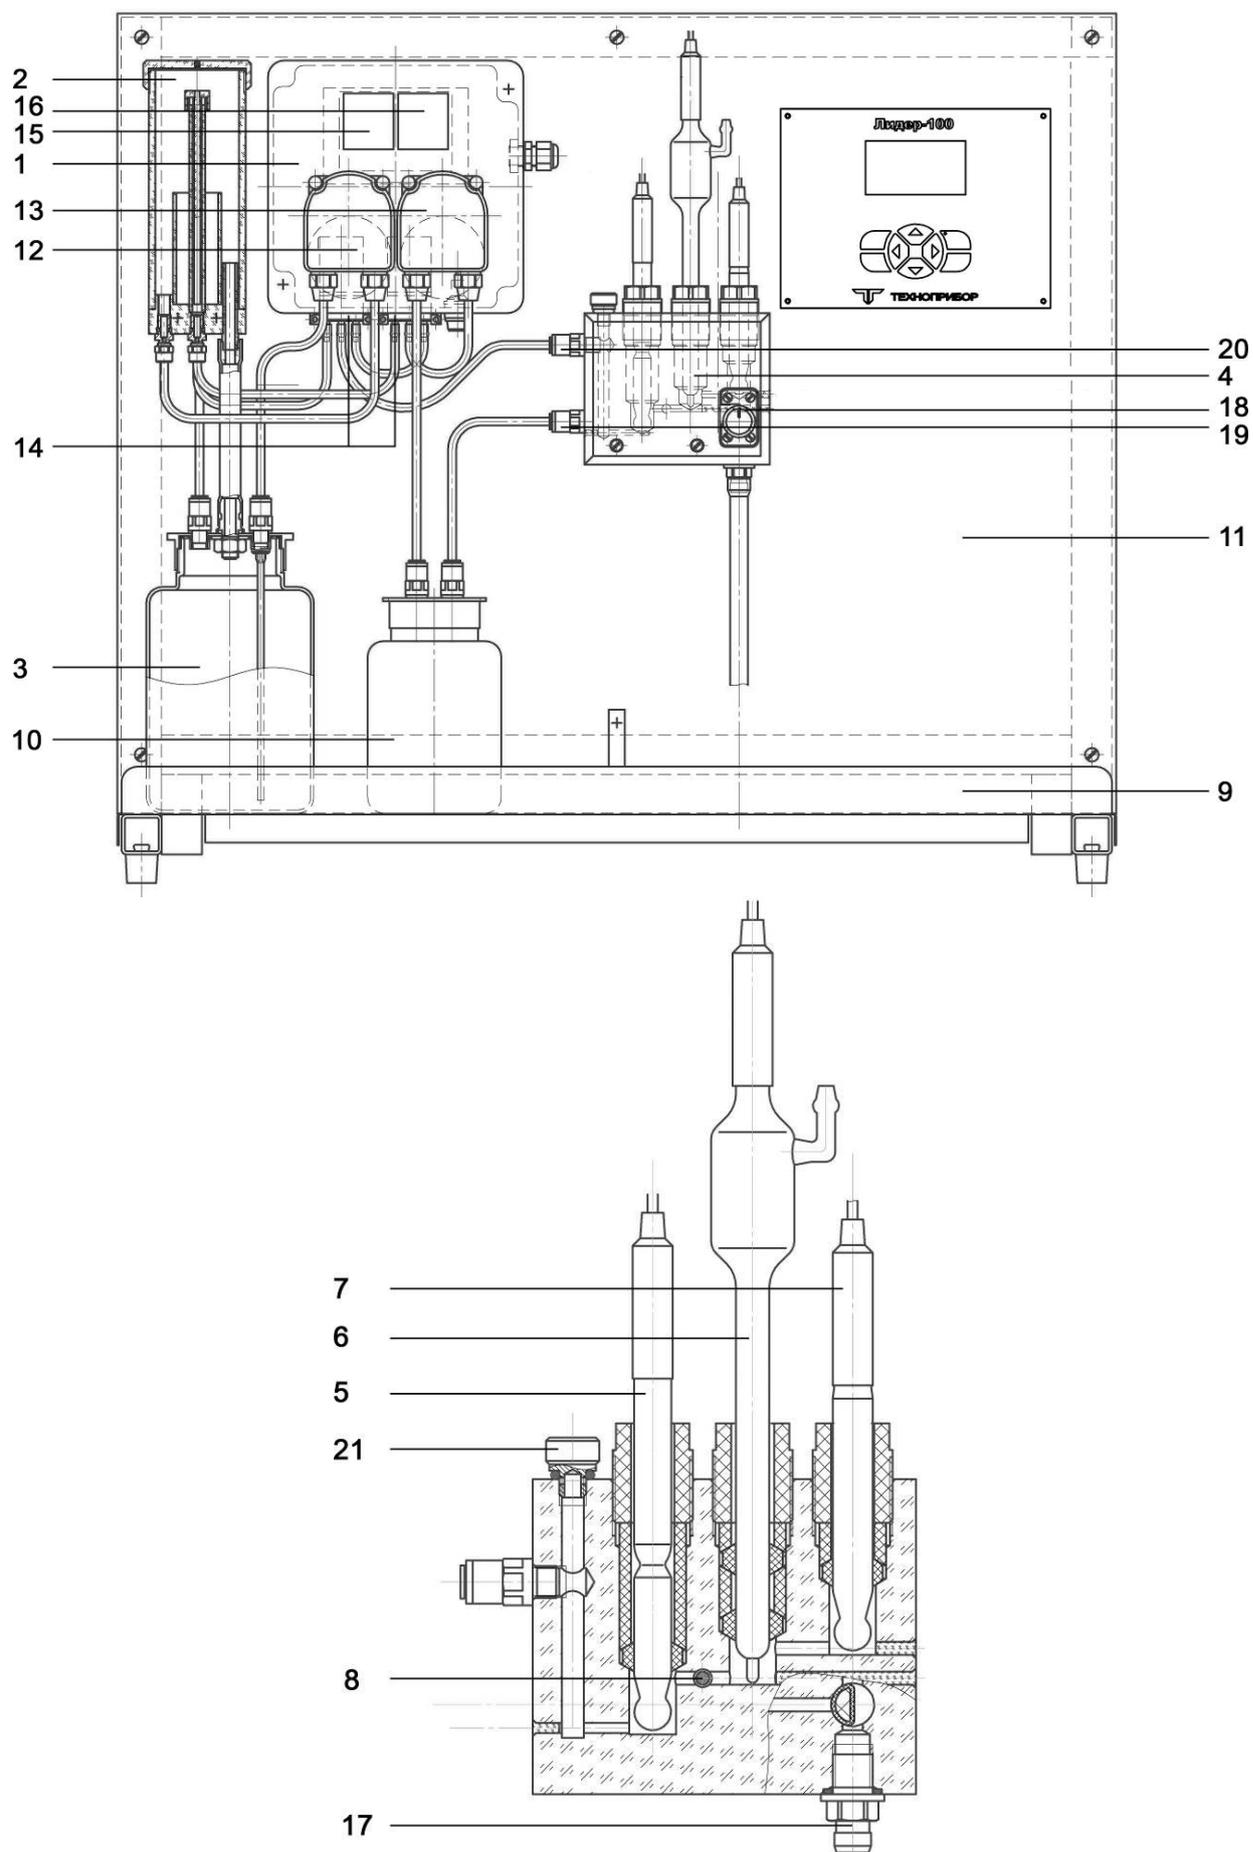

Рис. 3. Анализатор в сборе (сверху) и проточная ячейка в разрезе (снизу).
Гидроблок (рис. 3) состоит из блока распределения потоков (1), подщелачивателя (2) с литровой емкостью для аммиачного раствора (3), проточной ячейки (4) с тремя установочными отверстиями под электроды (5, 6, 7) и термодатчиком (8), кронштейна (9) для установки емкостей аммиачного и анализируемого растворов (10). Элементы гидроблока смонтированы на панели из нержавеющей стали (11) и соединены друг с другом полиамидными трубками. Трубки пронумерованы и подсоединяются в соответствии с аналогичной маркировкой на элементах гидроблока. Разъемные соединения трубок представляют собой цанговые переходники и штуцера, которые обеспечивают герметичность наряду с легким разъединением и соединением без применения инструментов.